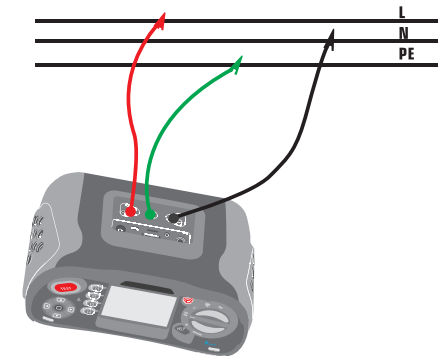

Figura 12 Impedenza linea N- cavi di prova
- 3- Collegare i cavi di prova come mostrato in Figura 12